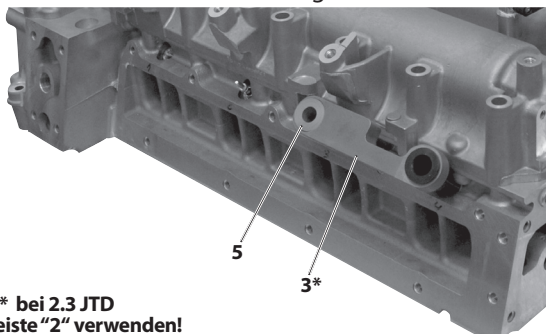

Abb. 32: Führungshülse für Fräswerkzeug "6" einsetzen.
- Führungshülse für Fräswerkzeug "6" vollständig in die Grundleiste "3*" einsetzen und über die Madenschraube sichern. (**Abb. 32**)